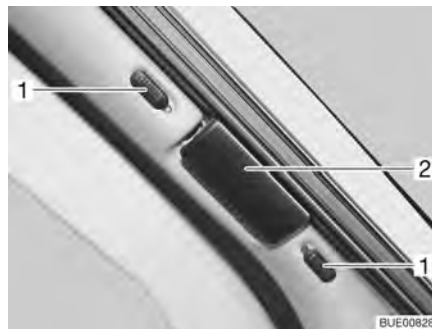

Fig. 20 Estor plegable para la luna delantera
- Empujar ambas mitades del estor plegable para la luna delantera en el tirador (Fig. 20,2) hacia afuera, hasta el tope.
- Empujar los botones de bloqueo (Fig. 20,1) hacia abajo o hacia arriba. Cuando se vea el punto rojo, estará abierto el bloqueo.